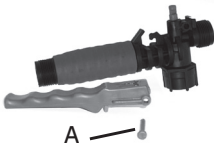

Figura 2
- 2) Retire la clavija de retención (A) (Figura 2); coloque el extremo de la clavija de retención que lleva la muesca en una superficie dura y empuje hacia abajo. Retire la clavija de retención y deslice la manija para sacarla de la válvula.